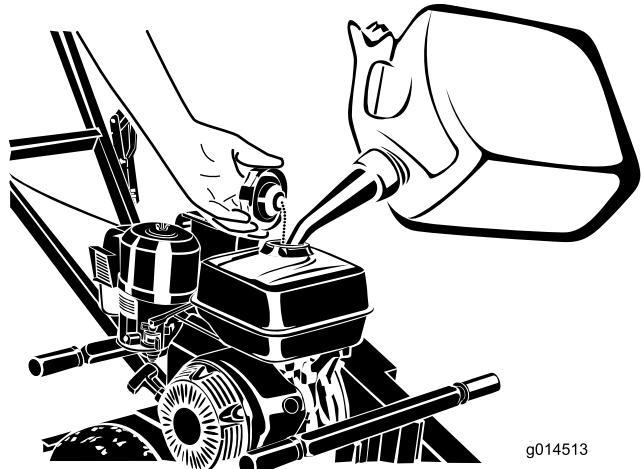

Figura 7
3. Pulite l'area attorno al tappo del serbatoio del carburante e rimuovetela (**Figura 7**).